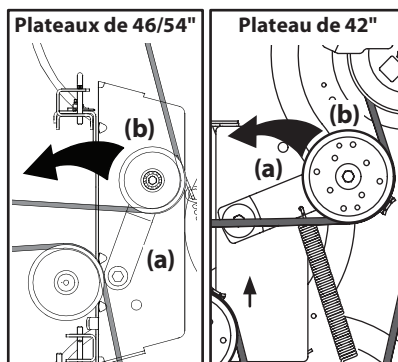
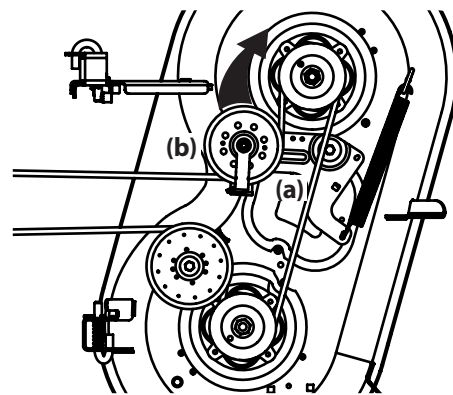

Figure 4-14
Figure 4-15
- b. Placez-vous à côté de l'appareil de façon à faire pivoter le support (a) de la poulie de tension et la poulie de tension (b) vers l'arrière (pour les modèles dotés d'un plateau de coupe de 42", 46" ou 54") ou vers l'avant (pour les modèles dotés d'un plateau de coupe de 34") jusqu'à ce que vous puissiez soulever la courroie en « V » par-dessus la poulie de tension. Voir Figure 4-14 pour les modèles dotés d'un plateau de coupe de 42", 46" ou 54" et Figure 4-15 pour les modèles dotés d'un plateau de coupe de 34".